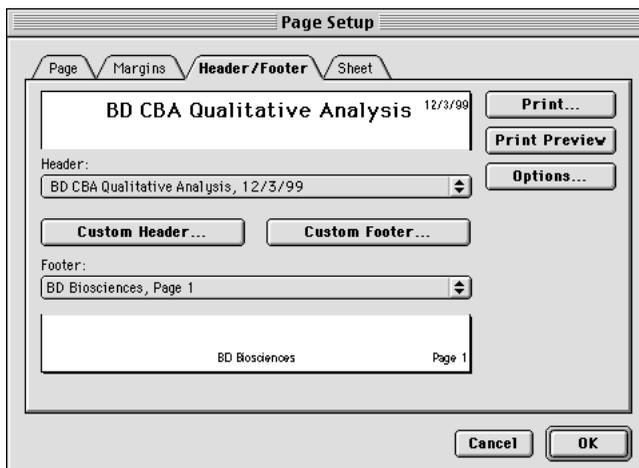

図3-5 Page Setupダイアログボックス
- 2 Header/Footerタブをクリックして、設定オプションを表示します( 57ページの図3-5 )
Resultsワークシートのヘッダーおよびフッターを変更するには、このダイアログボックス内の該当する欄を変更します。ここで加えられた変更は、Page Setupダイアログボックスに反映されます( 57ページ図3-5 )。